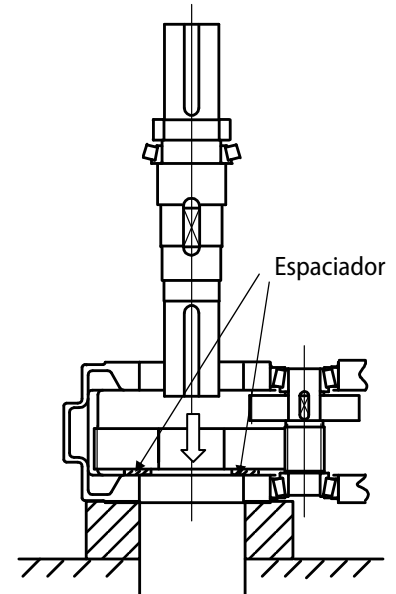

Fig. A-7 Inserción del eje
- Coloque cuidadosamente el engranaje en la carcasa e introduzca el bloque espaciador entre la pared interna de la carcasa y el engranaje (vea la Fig. A-7).
- Coloque el eje en el orificio del engranaje, a través del orificio de la carcasa, y use la prensa para encajar el engranaje sobre el eje, hasta el reborde del mismo (vea la Fig. A-7).